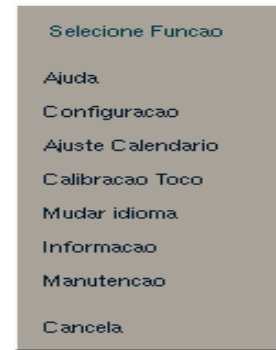

Figura 13 – Funções
**FUNÇÕES:** Este botão permite o acesso às funções especiais do sistema, apresentando uma tela com opções, conforme ilustra a figura 13. Para selecionar uma função, posicione o mouse sobre o nome da função desejada e acione o botão do mouse. Para dispensar o menu de funções clique sobre a opção “CANCELAR” ou tecle <ESC>.